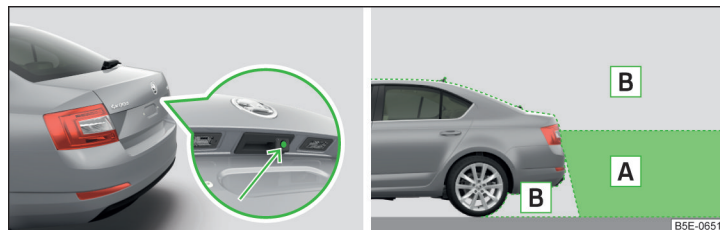

Fig. 151 Locul de amplasare al camerei / zona scanată din spatele autovehiculului
Camera pentru recunoașterea zonei din spatele autovehiculului este amplasată în mânerul capotei portbagajului » fig. 151.
**Zona din spatele autovehiculului » fig. 151**